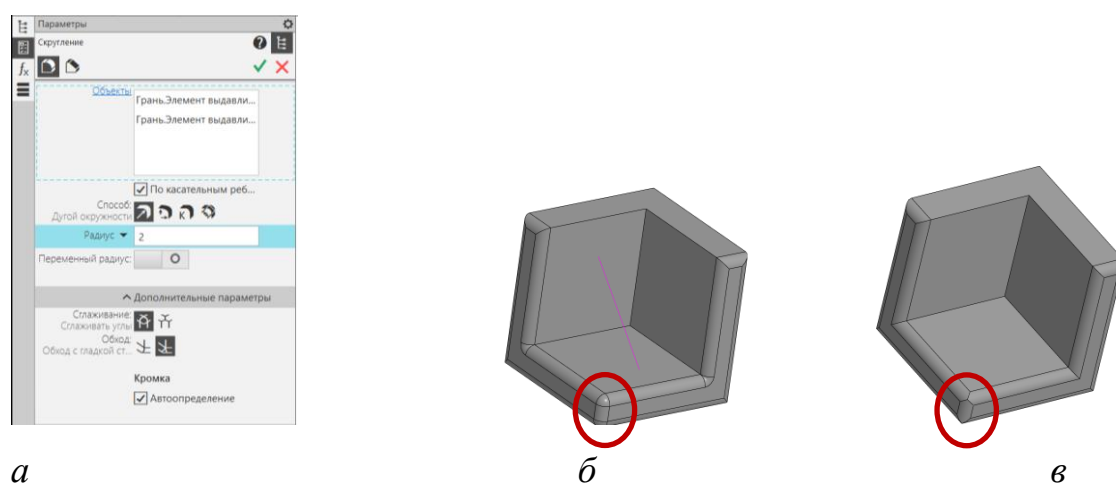

Рис. 6 Команда «Скругление»: *а* – параметры команды, *б* – сглаживать углы, обход с гладкой стыковкой, *в* – не сглаживать углы, обход без гладкой стыковки
## Твердотельное моделирование – Элементы тела – Скругление (рис. 6)
**Дополнительные параметры** – способ стыковки граней: Сглаживание и Обход (см. рис. 6).